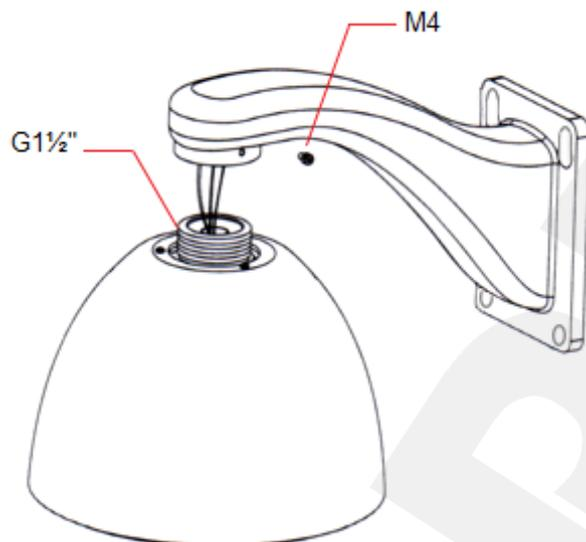

Рис. 4.9
**Шаг 1:** обмотайте резьбу защитного кожуха достаточным количеством ленты ФУМ из комплекта поставки для обеспечения герметичности резьбового соединения с кронштейном. Проденьте кабель через кронштейн, вкрутите в него защитный кожух до упора и зафиксируйте резьбовое соединение винтом (Рис. 4.9).